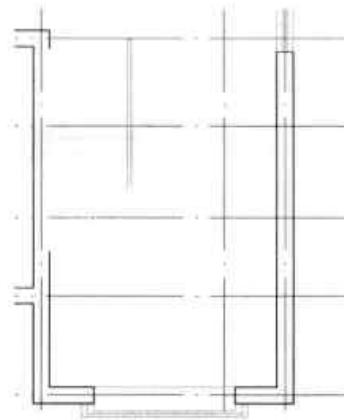

图16-102 绘制扶手
**Step 06** 所有参数设置完成后，按回车键即可完成楼梯扶手的绘制，结果如图 16-102 所示。